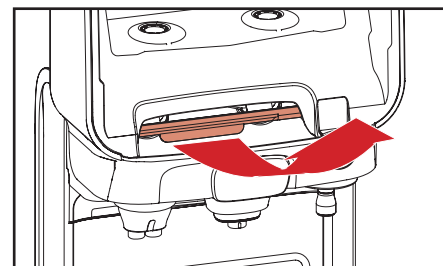

Fig. 5.5 - Tirez la barre rouge d'ouverture
3. Tirez la barre de déblocage rouge pour ouvrir le compartiment de sortie (fig. 5.5).
- a. Tirez la barre rouge d'ouverture pour ouvrir le compartiment de sorties (fig. 5.5).